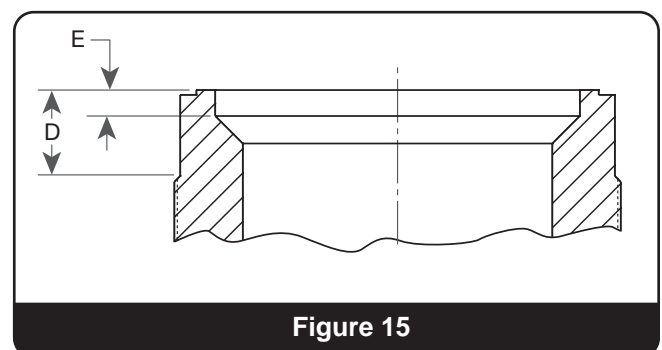

Figure 15
- b. Le recours à la rectifieuse de sièges est recommandé pour la remise en état des sièges excessivement usés ou pour rétablir la dimension E selon la Figure 15. La dimension E doit être rétablie lorsqu'elle est inférieure à 0,010po (0,25 mm) pour les orifices 1, 2, 3, 5 et 4 ; et inférieure à 0,76 mm (0,030 po) pour les orifices 6 et Q.